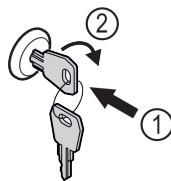

Fig. 161
- ▶ Zatlačte kľúč. Fig. 161 (1)
- ▶ Otočte kľúč o 90° v smere hodinových ručičiek. Fig. 161 (2)